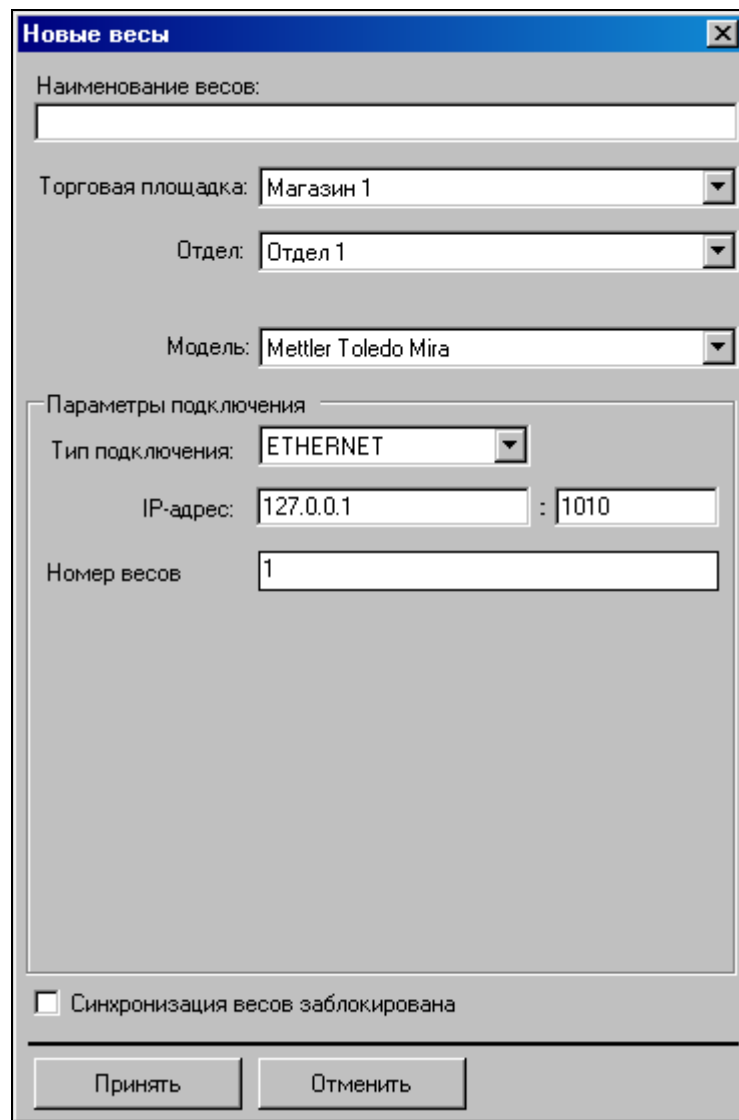

Рис. 17. Окно «Новые весы»
2. Откроется окно добавления новых весов (Рис. 17):